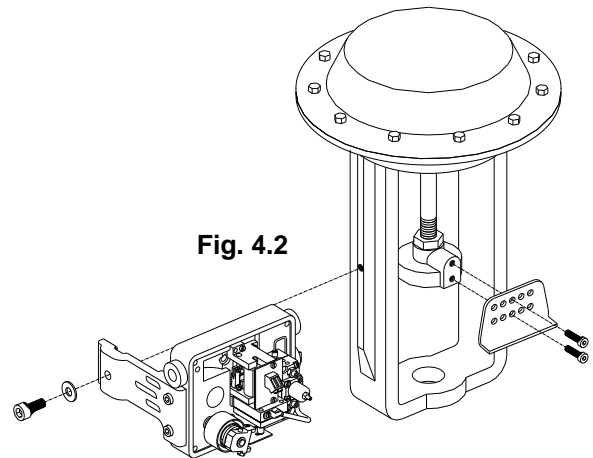

Fig. 4.2
1. Check Fig. 4.2 for correct orientation of positioner.
1. Kontrollera fig. 4.2 för korrekt orientering av lägesställaren. Anmärkning: Följande anvisningar förutsätter att lägesställaren skall